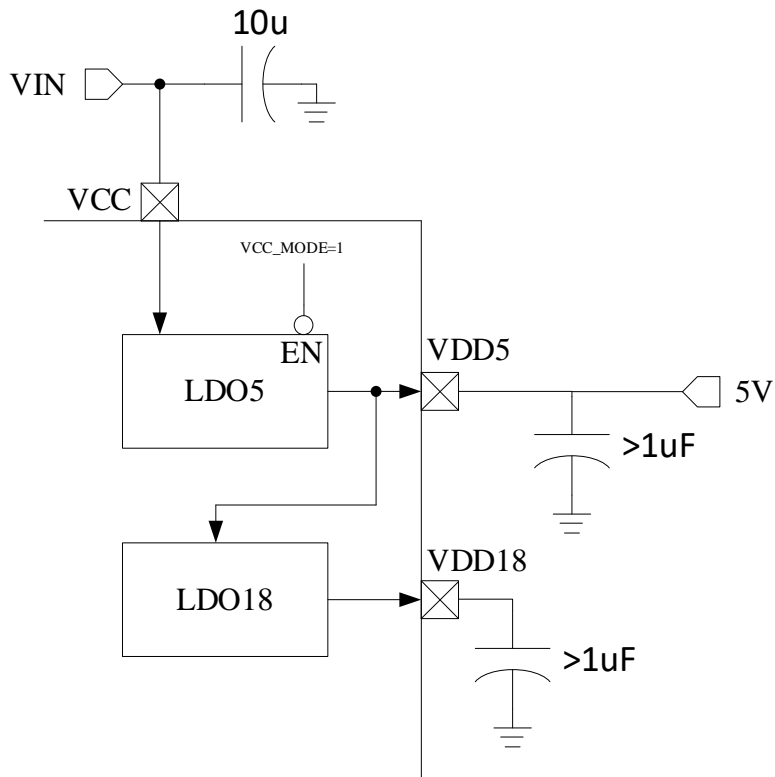

图 30-4 双电源模式电源连接
- 双电源模式( $VCC\_MODE=1$ )，  $VCC\geq VDD5$ 。  $VCC=5\sim 36V$ ，  $VDD5=5V$ 。参考图 30-4。